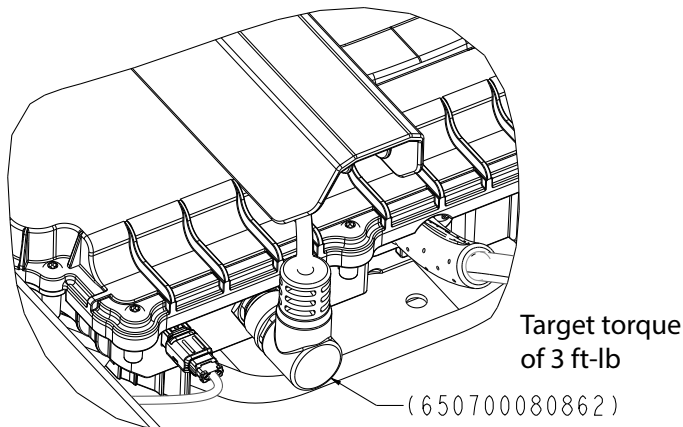

Figure 23 –
12. Retirer la FEIB pour indiquer l'état de l'ensemble de câble spiralé du module externe (650700080862) (Figure 23).